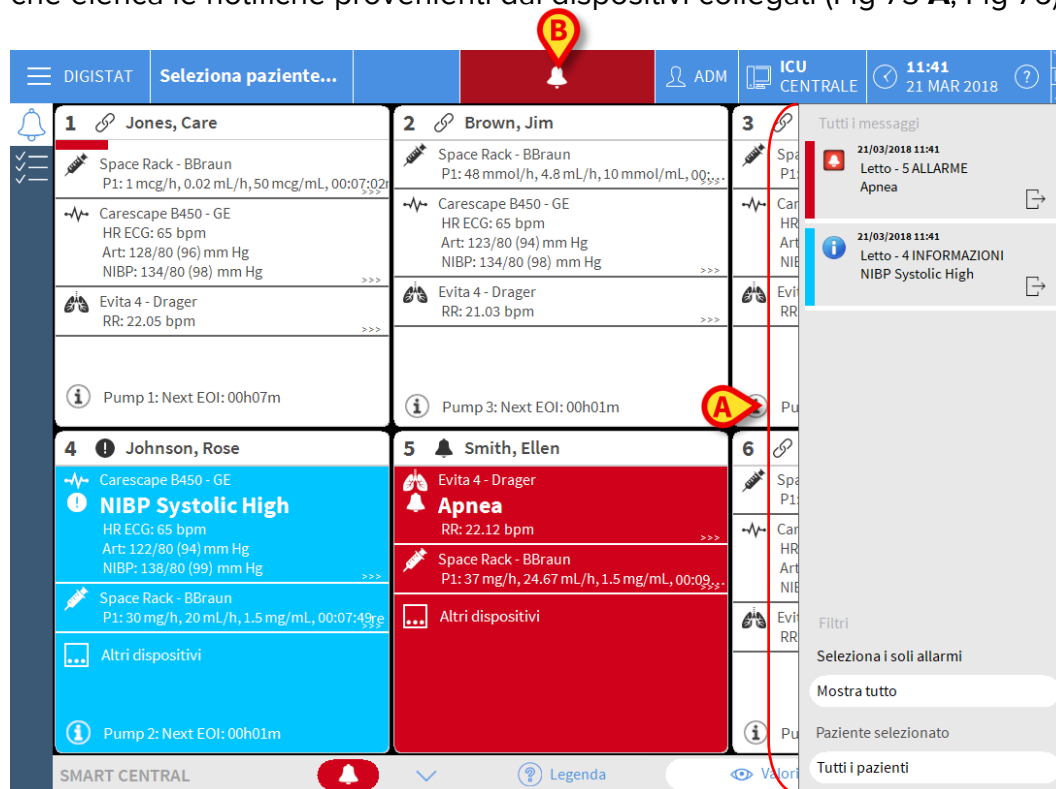
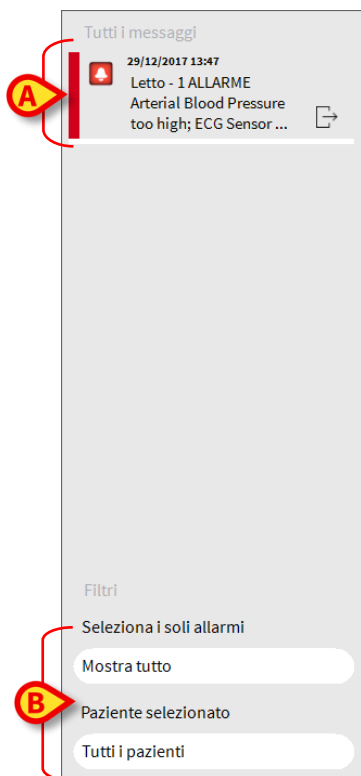

Fig 75
Fig 76
Sulla destra della schermata iniziale di Smart Central è possibile visualizzare un'area che elenca le notifiche provenienti dai dispositivi collegati (Fig 75 **A**, Fig 76).
- Essere visibile soltanto se l'utente clicca sul pulsante indicato in Fig 75 **B**.
Le notifiche sono mostrate in ordine cronologico, (la più recente in alto - Fig 76 **A**) e in ordine di criticità (In alto gli allarmi con priorità alta, poi quelli con priorità media, poi quelli con priorità bassa).
In basso sono disponibili quattro diversi filtri. Tali filtri permettono di scegliere il tipo di messaggio da visualizzare (Fig 76 **B**). I filtri disponibili sono i seguenti: